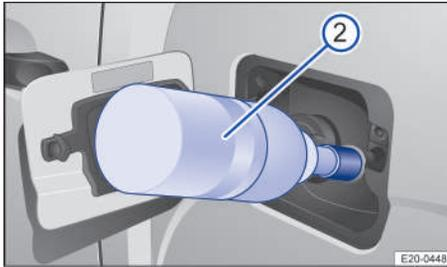

Fig. 136 Cargar AdBlue con una botella de recarga.
2. Coloque la botella de recarga en la boca de llenado de AdBlue® y enrósquela fijamente → fig. 136 ②.